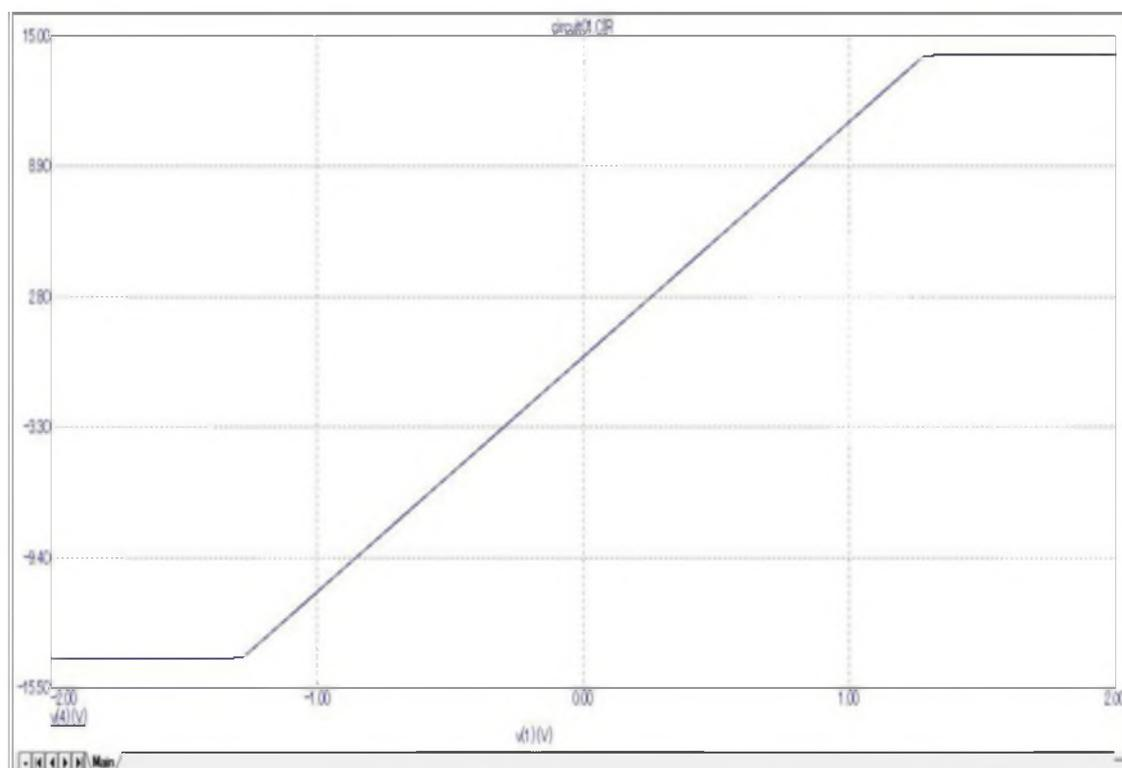

Рис.7
2. Результаты моделирования, изображенные на рис.7, возможно были получены при исследовании схем:
-рис.7;